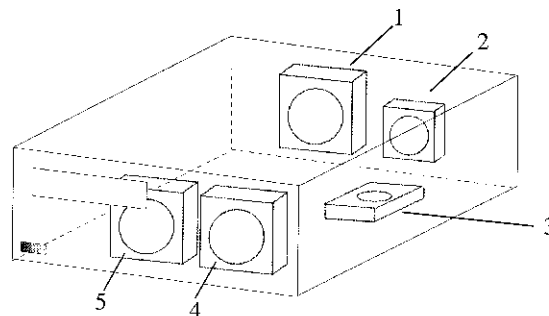

図 1-3 WARNING FAN STOP
*2: Q8962 はファンを 5 つ搭載しています。WARNING 表示の 1~5 の表示において停止検出されたファンの対応は、図 1-3 のようになっています。